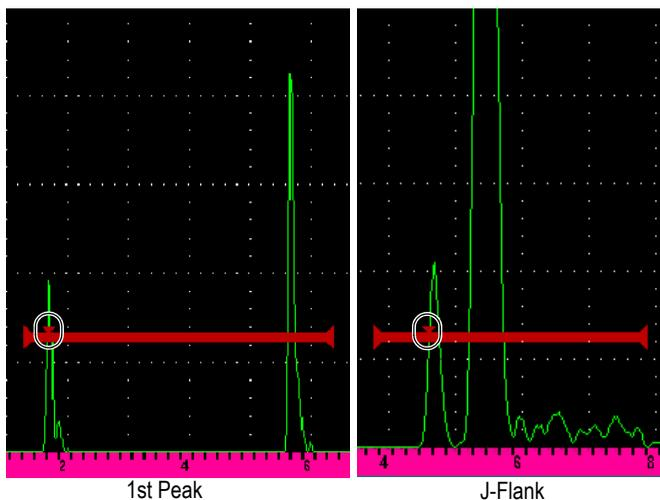

Рис. 3-11 Измерения в режимах 1stPeak (1-ый пик) и J-Flank
- **1stPeak** (1-ый пик): Измерение первого максимума сигнала, пересекшего порог строба (уровень). См. Рис. 3-11 на стр 64.
- **J-Flank**: Измерение толщины в первой точке пересечения строба эхо-сигналом и измерение амплитуды по самому высокому пику первого эхо-сигнала в стробе (см. Рис. 3-11 на стр 64).